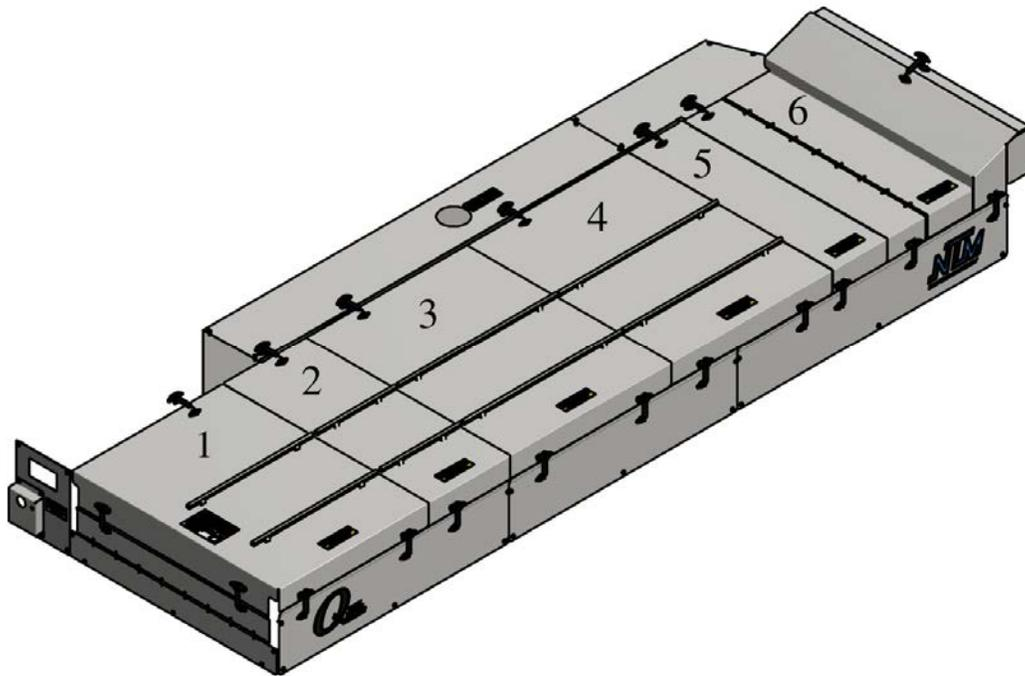

Ilustración 40: Removiendo Cubiertas Superiores
1. Retire las cubiertas superiores 1-6 (Ilustración 40) y hágalas a un lado.